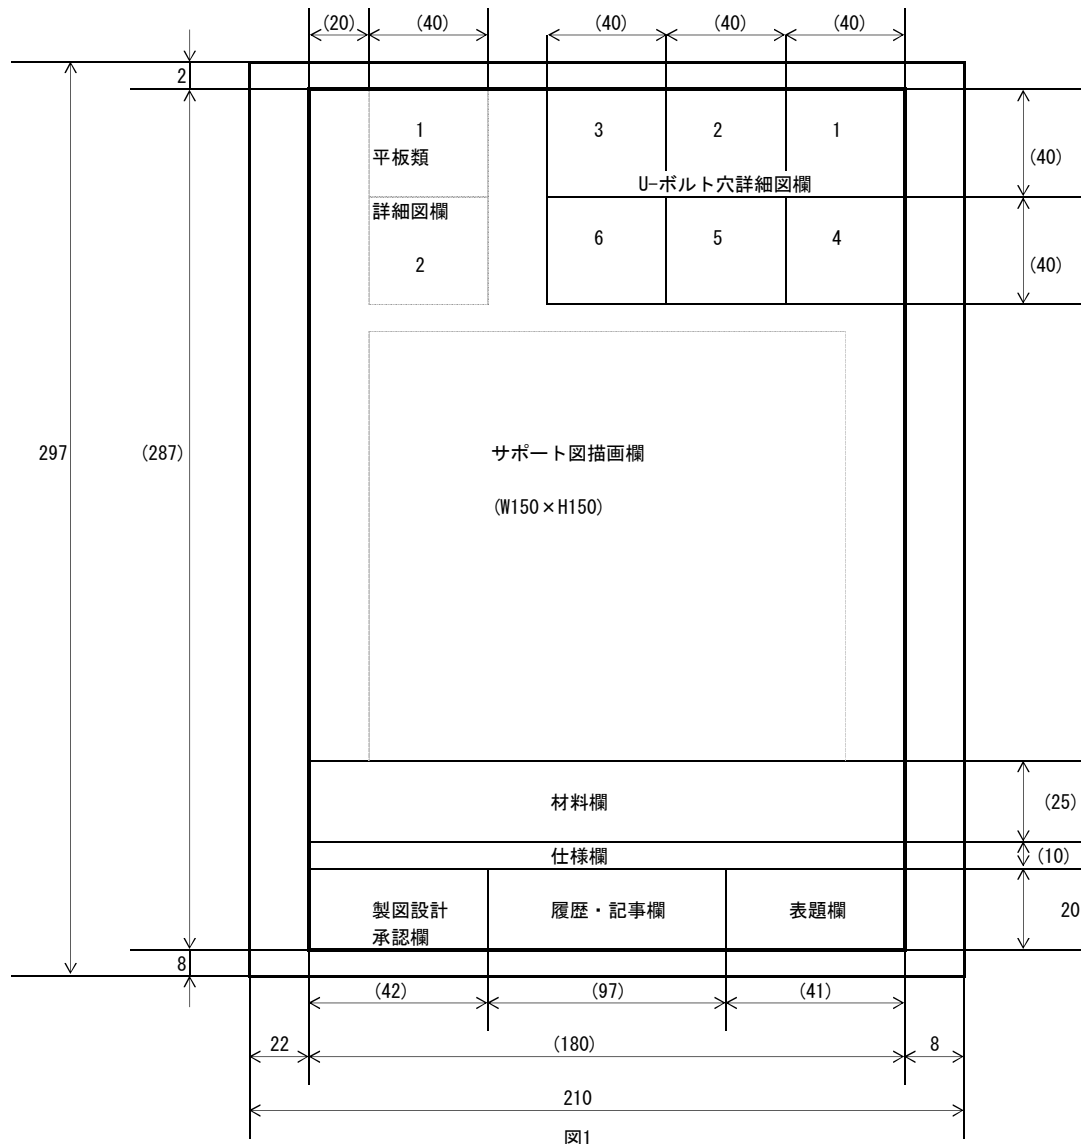

図1
- 1) 材料欄付き図面の輪郭線、各表示する欄の配置を基準として以下の図1に示します。
- 5) 以下の図1の輪郭線の例は、